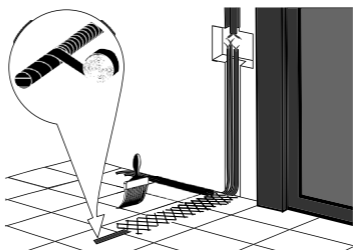

Рис. 1
5. Поместите датчик температуры в трубку, входящую в комплект. Датчик должен располагаться внутри трубки вблизи ее конца. Конец трубки с датчиком, оканчивающийся в полу, плотно загерметизируйте для предотвращения попадания внутрь раствора. Уложите трубку с датчиком в подготовленную канавку и выведите к терморегулятору или распаечной коробке. Радиус изгиба трубки должен быть не менее 5 см (рис. 1).